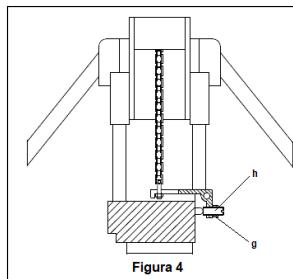

Figura 4
- Afloje la tuerca (g) (Figura 4).
- Ajuste el tornillo (h) (Figura 4) comenzando a bombejar con la manilla hasta cuando la bomba empieza a levantar la transpaleta, tensionando la cadena.
- Con la cadena tensionada, termine el ajuste apretando la tuerca (g) (Figura 4) que bloquea el tornillo (h) (Figura 4).